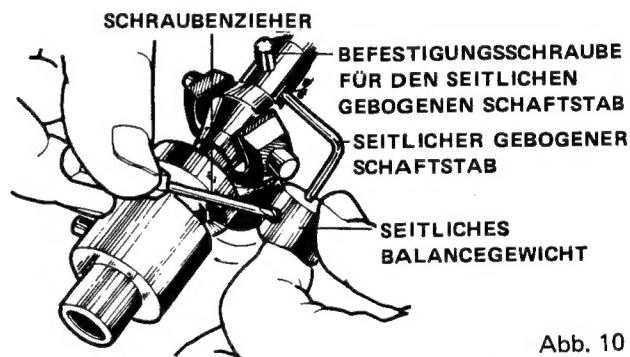

Abb. 10
2. Schieben Sie das in dem Zubehörkasten aufbewahrte seitliche Balancegewicht über den seitlichen gebogenen Schaftstab und ziehen dann die Paßschraube des seitlichen Gegengewichtes fest an (Abb. 10).